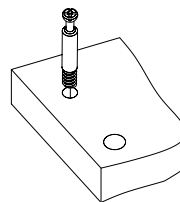

Рис. 1
1. Вкрутите шпильки минификс в детали 1, 2, 3, 4, 6. (Рис. 1).